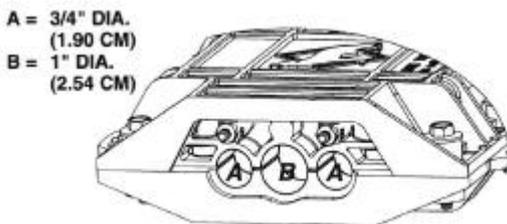

Figura 2 – Entradas de cabos no cabeçote
3.01 O cabeçote da COYOTE RUNT tem capacidade para entrada/saída de 3 cabos (figura 2).
Sugestão: Usar as menores entradas e saídas de cabos ($\varnothing = 1.9$ cm, abertura A, da figura 2, pág. 2).